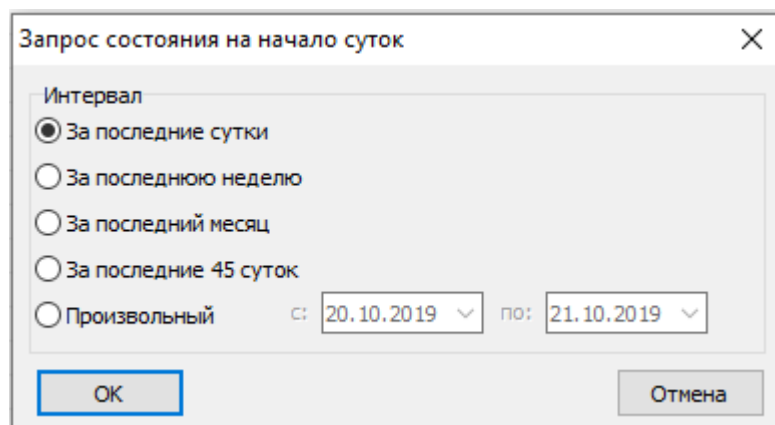

Рисунок 10. Выбор интервала запроса параметров.
- «Запрос состояния на начало суток» - выполняет запрос показаний счетчиков энергоресурсов, подключенных к устройству мониторинга, за выбранный интервал времени, рисунок 10.